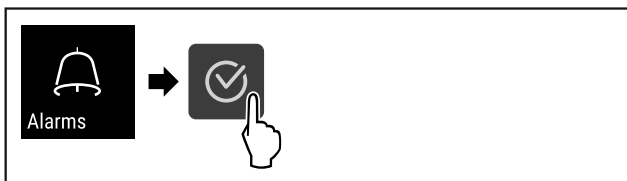

Fig. 105
- ▶ Изпълнете стъпките (виж Fig. 105) .